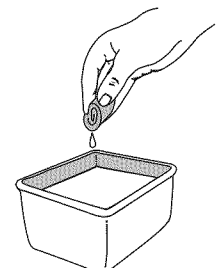

Fig. 23
- Lave el filtro con agua y detergente (Fig. 23). Enjuague bien el filtro y déjelo secar.